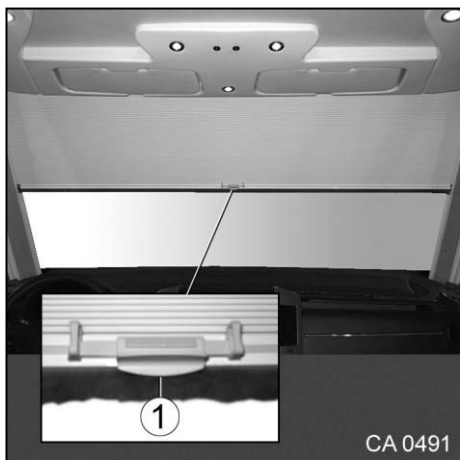

Fig. 93 Store occultant plissé de pare-brise
1. Débloquer le store occultant avec la poignée de déverrouillage (Fig. 93/1) et le tirer vers le bas.